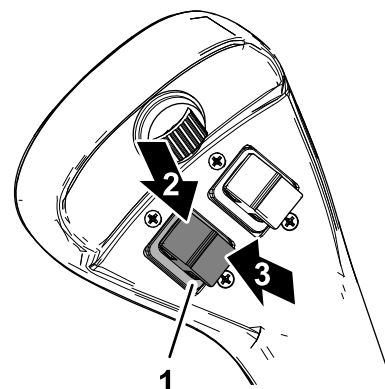

Рисунок 20
- Нажмите вверх и удерживайте в нажатом положении переключатель гидравлического навесного оборудования для работы гидравлическим навесным оборудованием в прямом направлении потока гидравлической жидкости (Рисунок 20).